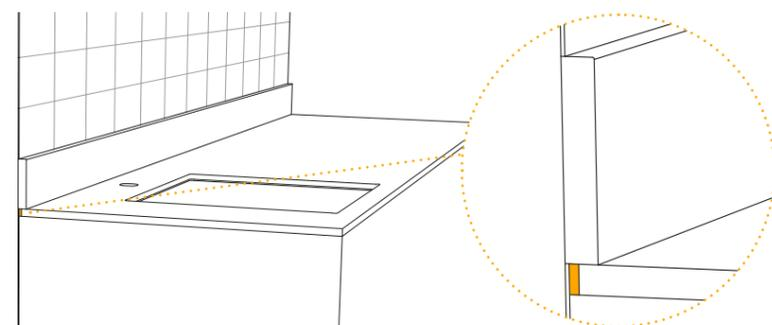

fig. 5
- Prevedere giunti di dilatazione di almeno 3 mm tra il countertop e l'eventuale back-splash, al fine di sopperire a irregolarità della parete o possibili movimenti strutturali dell'edificio, evitando così una eccessiva tensione con conseguente rottura della lastra (fig. 5). Il listello di finitura deve essere sempre posizionato in appoggio sopra il top e sigillato mediante silicone.